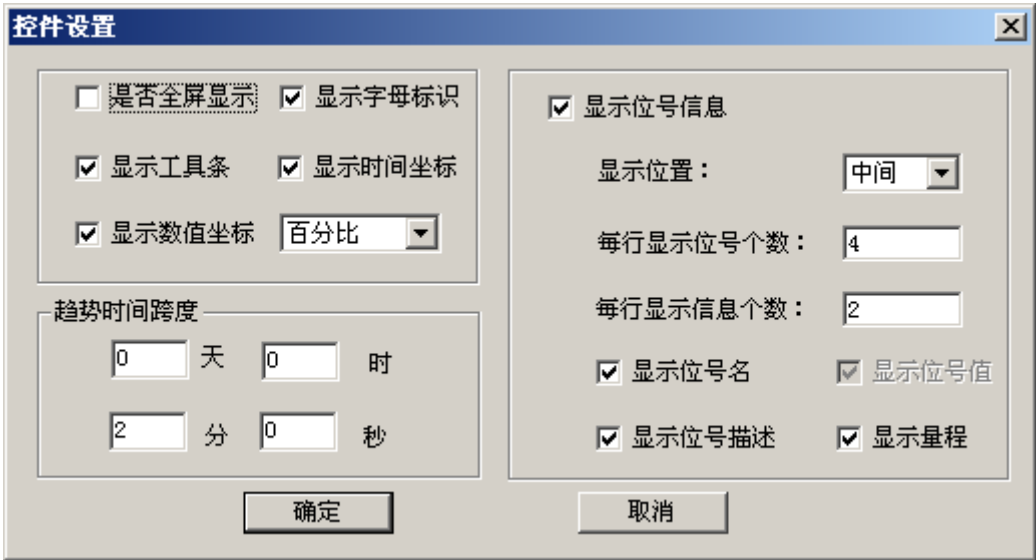

图 7-7 趋势控件设置对话框
- 趋势设置：点击“趋势设置”按钮，弹出如图 7-7所示控件设置对话框。在图的左半部分，可以对监控画面的显示方式进行各项设定，并可以对趋势的时间跨度进行设置。在图的右半部分，可以对监控画面中位号的显示信息进行各项设置。